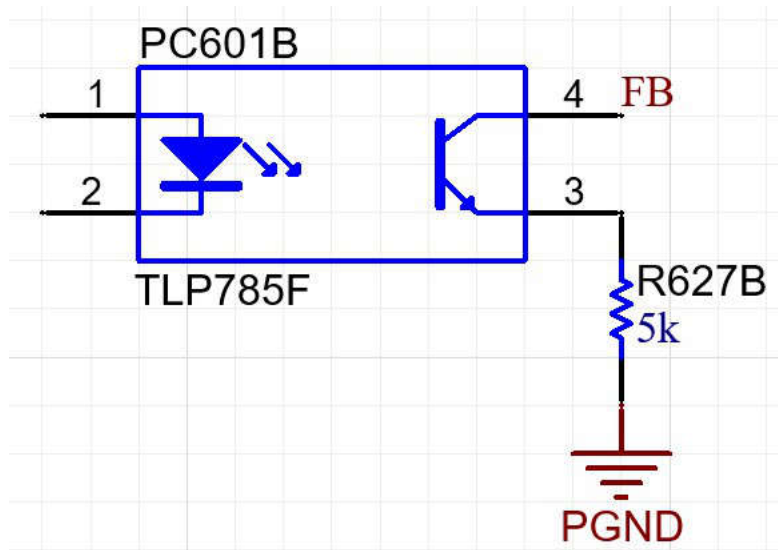

图 1-2. FBReplica 测量电路
1. 在反馈光耦合器发射极和接地之间插入一个 5k 电阻器可以测出 FBReplica 电压，如图 1-2 所示。可根据方程式 1 进行计算。